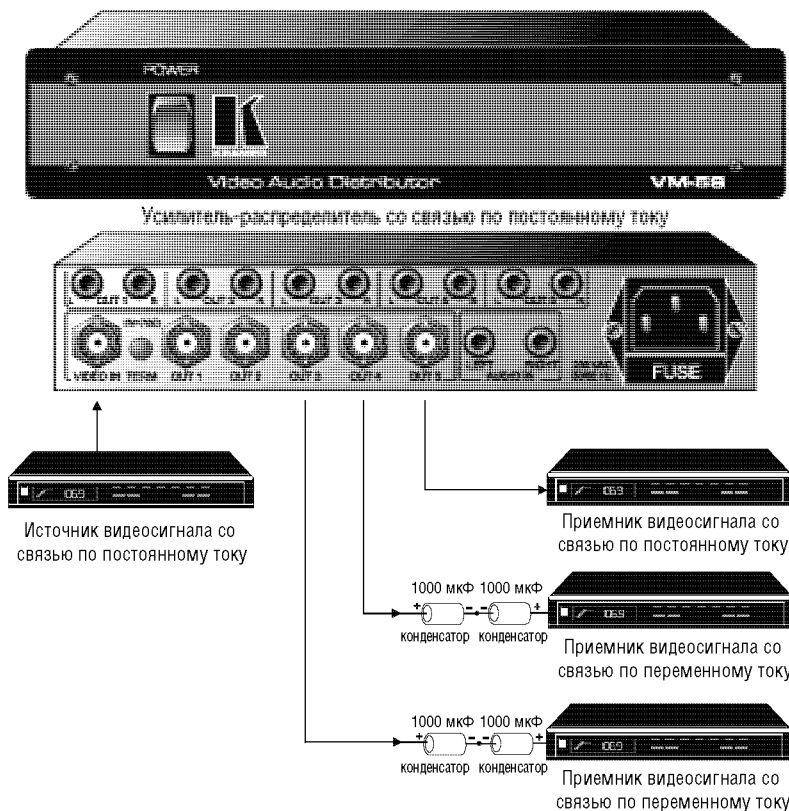

Рис. 8. Использование усилителя-распределителя в видео- и аудиосистемах со смешанной связью (по переменному и постоянному току)
- 3) Подключите приемники сигнала — со связью по постоянному току напрямую, со связью по переменному току к конденсаторам (рис. 8).